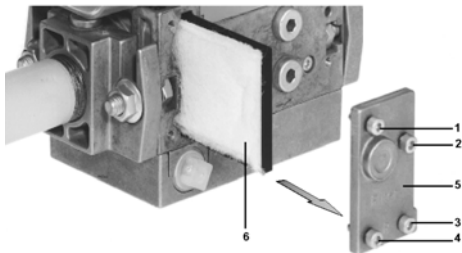

Рис. 29
- 2 Отвинтите винты 1 ÷ 4 шестигранным ключом № 3 и снимите крышку фильтра 5 на Рис. 29.